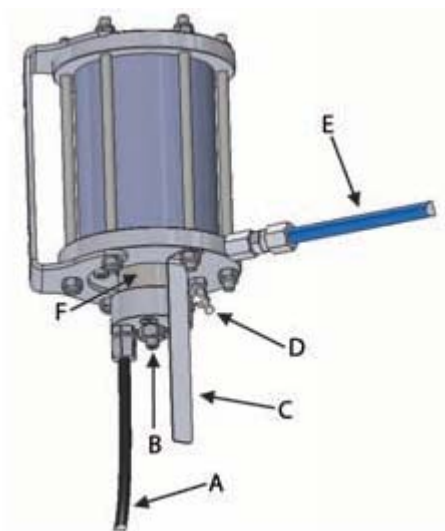

Figura 14. Sistema di lubrificazione automatica
- Se il sistema di lubrificazione automatica manda troppo grasso (il serbatoio si svuota velocemente), diminuire la pressione della molla svitando la vite di regolazione (figura 14, punto B). In questo modo l'alta pressione non ha effetto in quanto la valvola si chiude più facilmente.
- Se il sistema di lubrificazione automatico non manda grasso al cuscinetto posteriore (basse temperature, grasso troppo denso), aumentare la tensione della molla avvitando la vite di regolazione (figura 14, punto B). In questo modo la valvola si chiude solo con pressioni alte.
L'ammontare del grasso al cuscinetto posteriore deve essere 0,1 l/100 ore. Il volume di grasso nell'unità è di 2,6 dl. Con questa regolazione il serbatoio si svuota dopo 260 ore. Se si nota che si svuota più lentamente o più velocemente regolare la tensione della molla. Si può aggiungere grasso nel serbatoio per mezzo di un ingrassatore attraverso il raccordo (figura 14, punto D). Il pistone si ritrae all'interno del serbatoio.